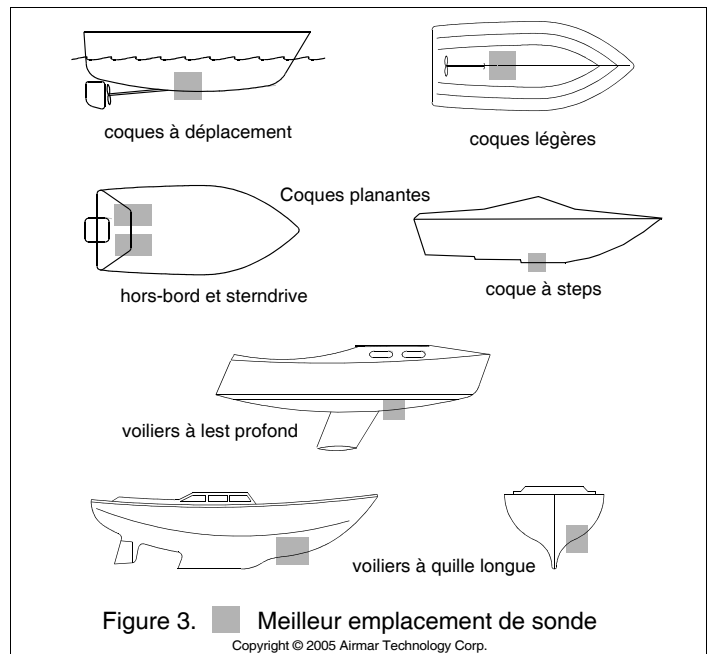

Figure 3. Meilleur emplacement de sonde
Types de bateau (voir Figure 3)
2. Extrayez l'insert du passe-coque en enlevant le fil de sécurité et l'écrou-capuchon (voir Figure 3). Cette opération libère l'insert. Saisissez la bague d'extraction et enlevez l'insert en tirant lentement. Insérez l'obturateur dans le passe-coque.